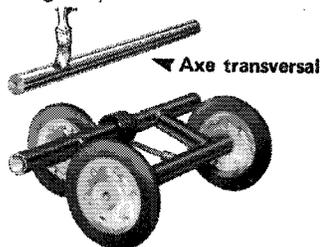

Fig. 21
4. Vaporisez du protecteur à métal Ski-Doo\* sur les ressorts du boggie et l'axe transversal; à défaut, essuyez avec un chiffon imbibé d'huile. Si l'axe transversal est tordu ou usé, remplacez-le. Enduisez-le de graisse basse température. (Voir Fig. 21).